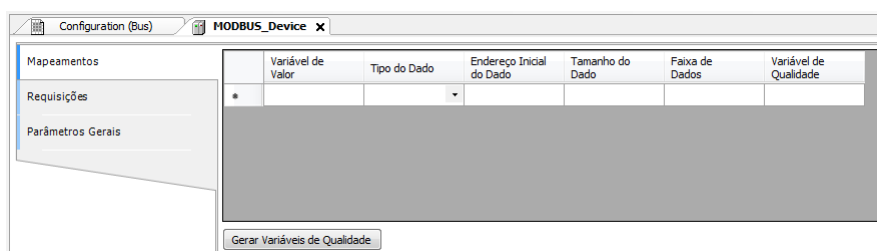

Figura 91: Tela de Mapeamentos de Dados MODBUS
- Adicionar e configurar os mapeamentos MODBUS na aba Mapeamentos conforme Figura 91, especificando o nome da variável, tipo de dados e endereço inicial do dado, o tamanho do dado e a faixa são preenchidos automaticamente.